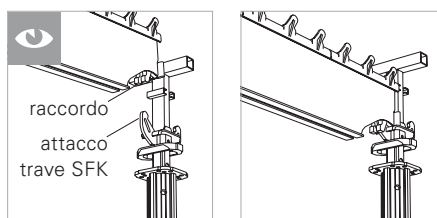

Fig. A9.09
- La trave SLT è agganciata al centro nel punto di attacco della testa? Il raccordo della trave longitudinale è agganciato all'attacco della testa d'appoggio? (Fig. A9.09)